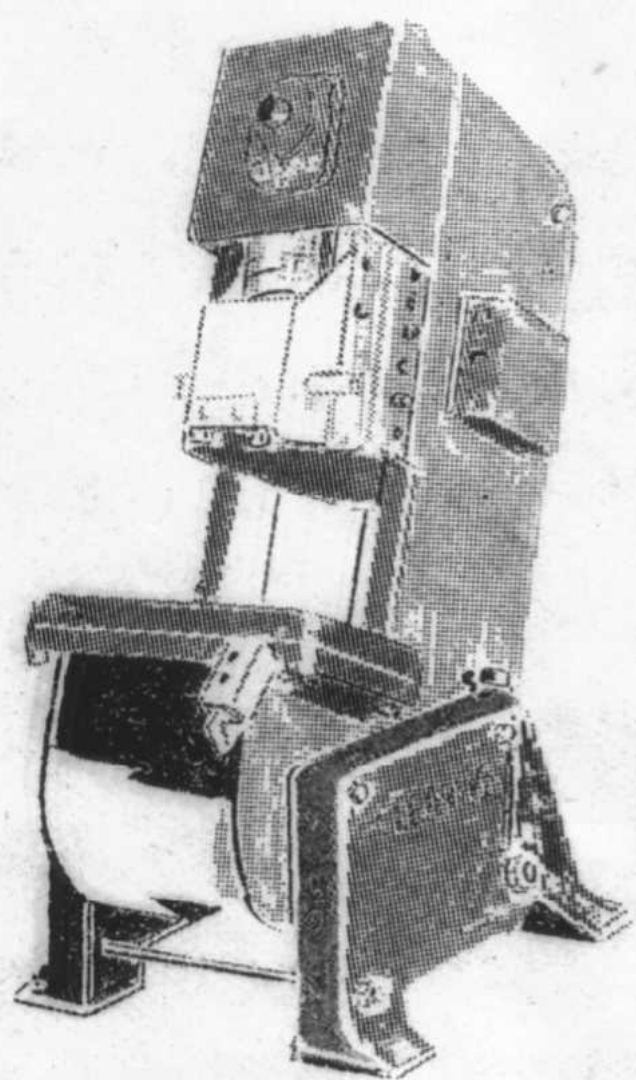

图1 Torc-pac型可倾压力机
1. USI公司Clearing分公司的Torc-pac组合式可倾压力机(图1)